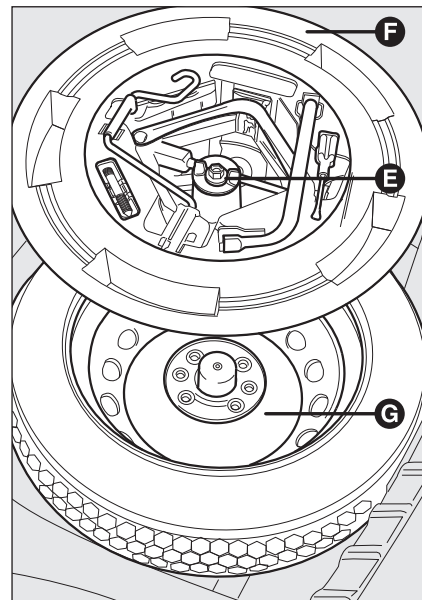

fig. 10
- ☐ placer la roue de secours **G**-fig. 10 dans l'espace prévu dans le coffre à bagages;